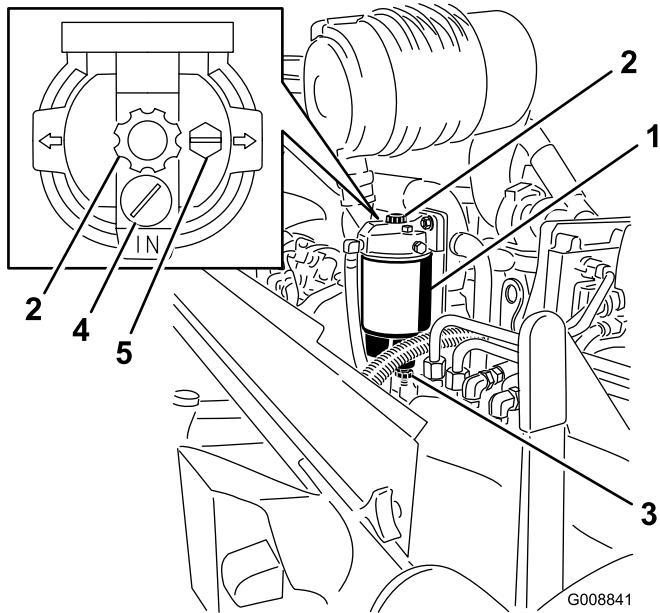

Figura 59
1. Coloque un recipiente limpio debajo del separador de agua (Figura 59).
2. Abra el tapón de vaciado y accione la bomba para expulsar los contaminantes (Figura 59).
2. Drene parte del combustible aflojando el tapón de ventilación y abriendo el tapón de vaciado (Figura 59).